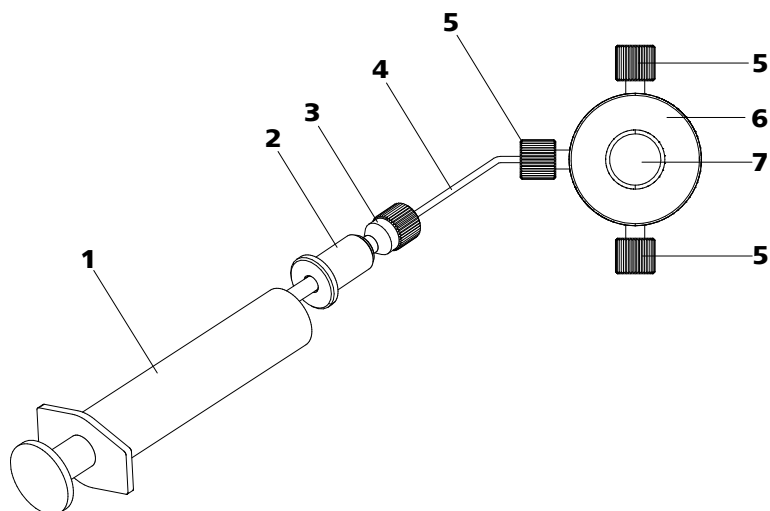

Figura 16 Eliminar o ar da bomba de alta pressão
Elimine o ar da bomba de alta pressão da seguinte forma (ver figura 16, página 34):
- Inserir a seringa (16-1) na conexão (16-2) Luer (*ver figura 16, página 34*).